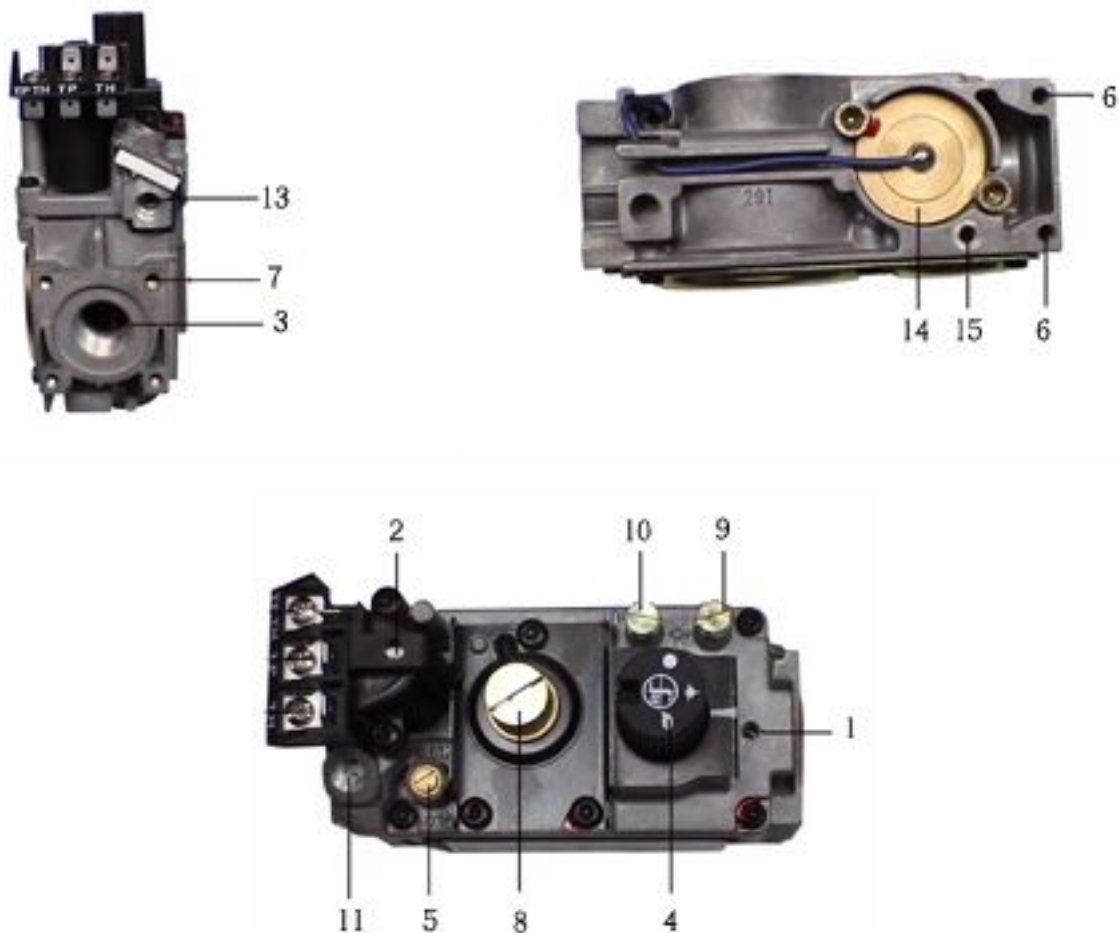

Рисунок 4.
При проведении настройки для предотвращения перегрева необходимо следить за температурой нагрева воды в теплообменнике по термометру. Открутите винт-заглушку и подключите контролирующий манометр к точке контроля выходного давления (поз.10 рис.4).
- Поворачивая регулировочный винт регулятора давления газа (8 рис.4) против часовой стрелки давление газа на выходе из клапана уменьшается, и наоборот при вращении по часовой стрелке – увеличивается. Установить по манометру давление газа на выходе автоматики -1000 Па (100 мм. вод. ст.).
Регулировка производится винтом регулирования расхода газа через пилотную горелку (поз.5 рис.4). При вращении по часовой стрелке - уменьшается поток газа, против часовой стрелки - увеличивается.